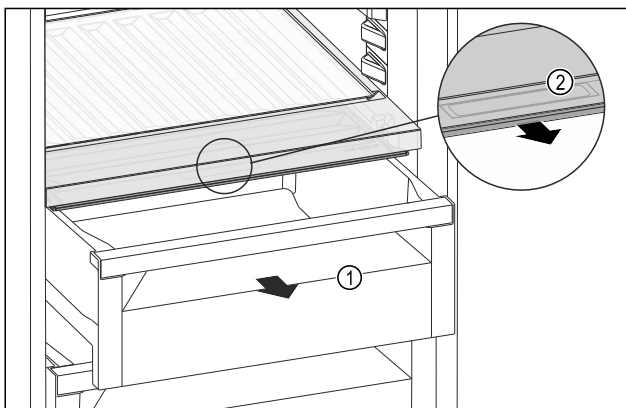

Fig. 157
- ▶ Извлеките выдвижной ящик Fig. 157 (1).
- ▶ Возьмитесь за утопленную ручку Fig. 157 (2) на крышке отделения и одновременно потяните крышку отделения вперед.